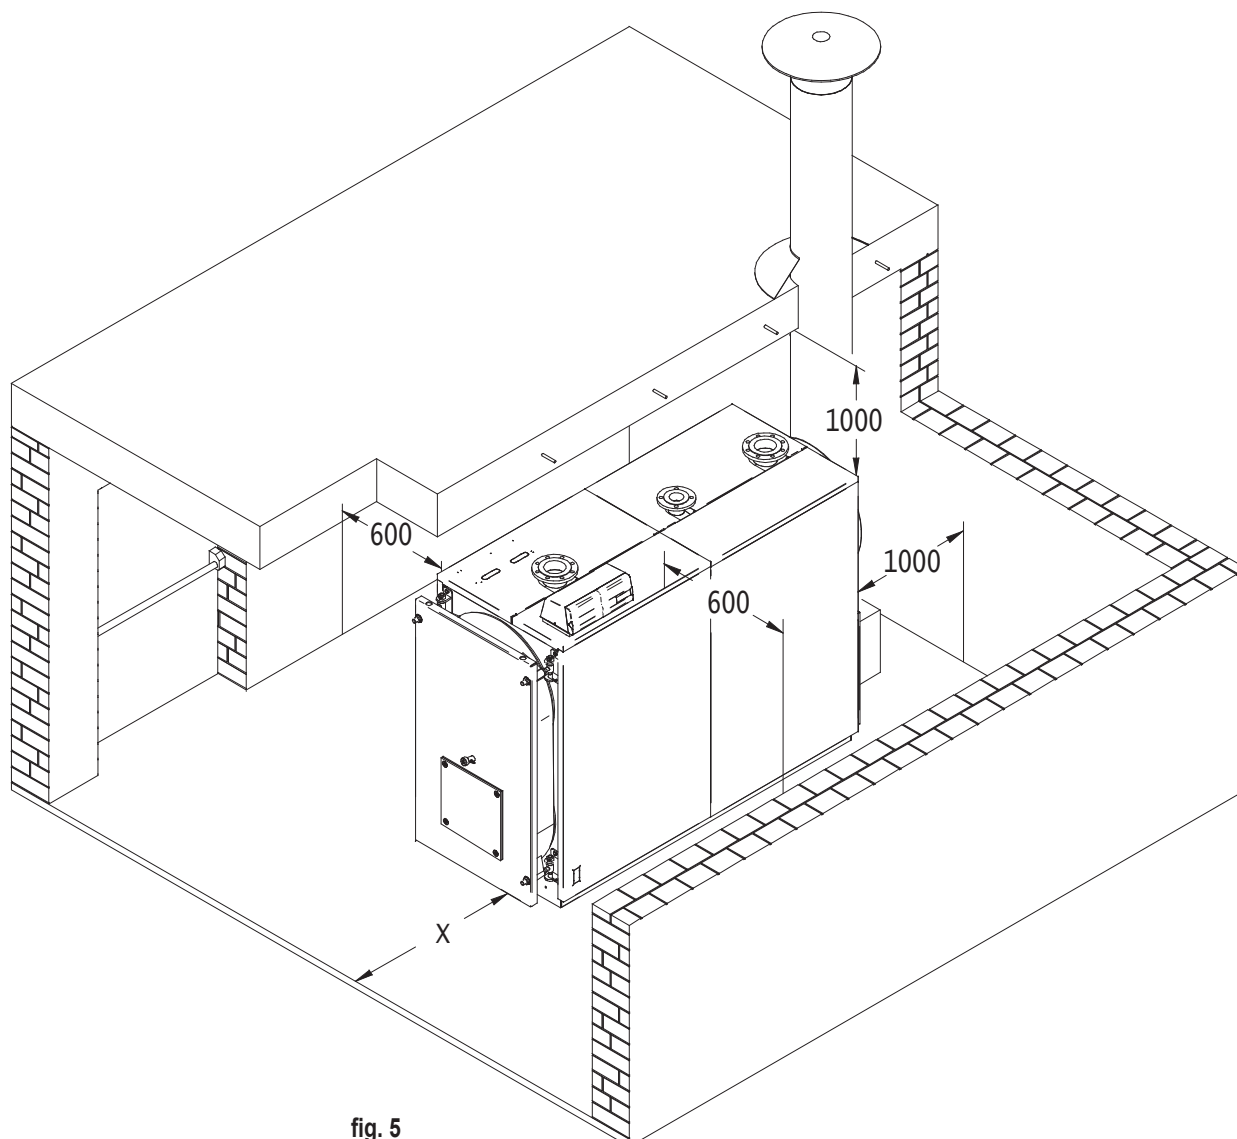

fig. 5
5.3 Local d'installation (Fig. 5)